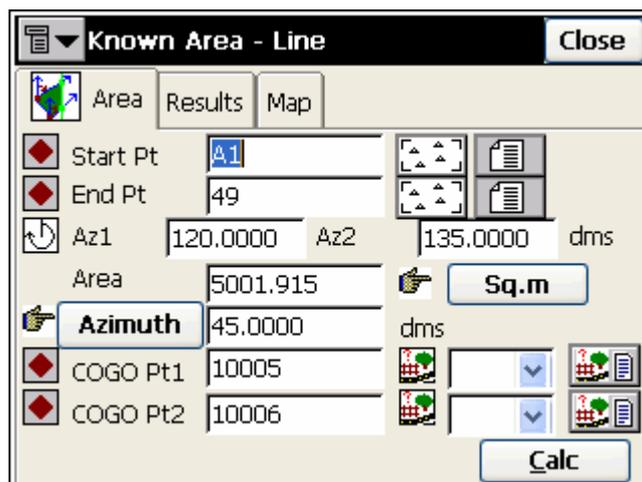

Рисунок 8-14. Построение многоугольника по его площади - метод построения отрезков - вкладка "площадь"
- Введите исходные данные, необходимые для решения задачи: начальную и конечную точки, азимуты искомых точек, начальный азимут и площадь, которую должен иметь многоугольник, а также имена и коды искомых точек (рис. 8-14 на стр. 8-13).